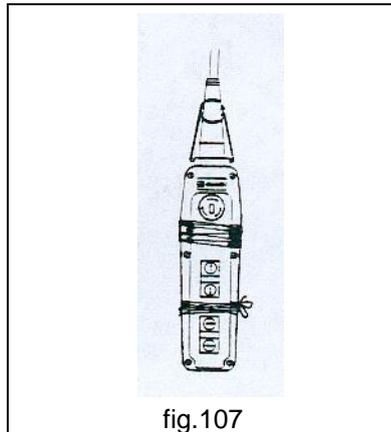

fig.107
- **NE JAMAIS** effectuer de réparations provisoires ou des interventions de rétablissement non conformes aux instructions (fig.107).